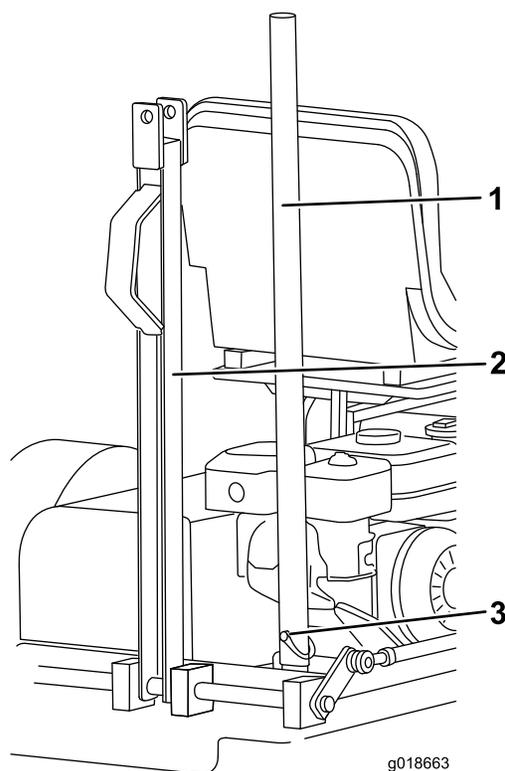

Figura 8
- Retire el pasador de seguridad que sujeta la barra de elevación a la pestaña de la barra de tiro, y retire la barra del soporte (Figura 8).